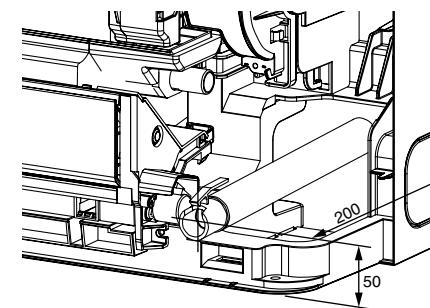

Fig. 8
- Quando si instrada la tubazione di scarico, accertarsi che il tubo di scarico ① sia instradato come indicato. (Fig. 8)